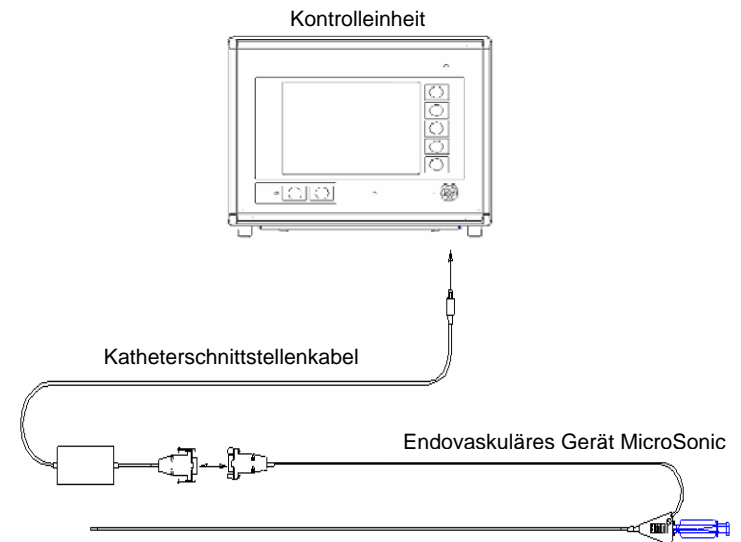

Abbildung 1: Endovaskuläres Gerät MicroSonic SV und Kontrollsystem
Das System (siehe Abbildung 1) besteht aus zwei Hauptkomponenten: (1) dem sterilen endovaskulären Einweg-Gerät MicroSonic SV, bestehend aus einem endoffenen Infusionslumen mit einem Ultraschallelement an der distalen Spitze und (2) dem wiederverwendbaren Kontrollsystem, das die Ultraschallenergie steuert und die Benutzerschnittstelle bereitstellt. Das Kontrollsystem besteht aus zwei Komponenten: einer Kontrolleinheit und einem Katheterschnittstellenkabel.